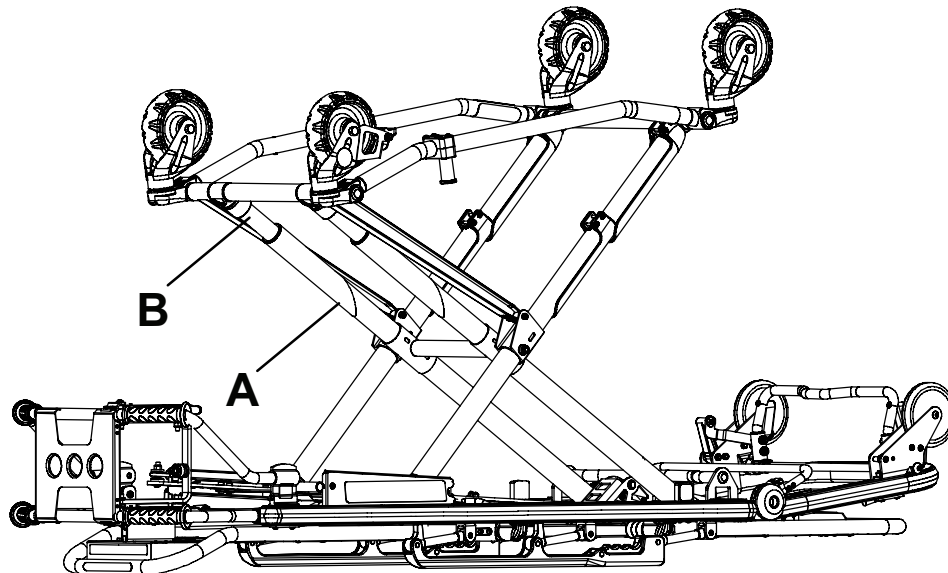

Figura 25 – Punti di lubrificazione sulla base
3. Usando il tubo applicatore in plastica, spruzzare **Tri-Flow™** con il lubrificante **Teflon®** (6082-199-012) nello spazio fra il tubo di sollevamento superiore (A) e quello inferiore (B) su entrambe le gambe del lato piedi (Figura 25).